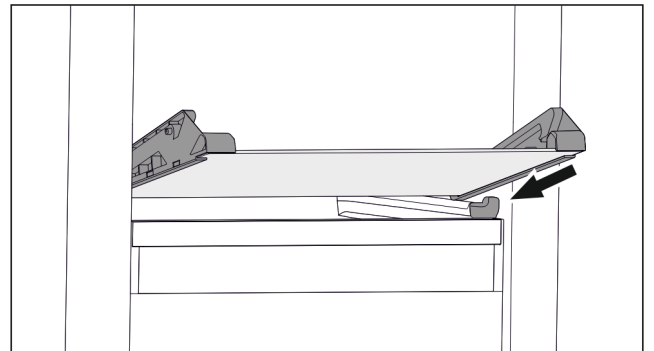

Fig. 108 Glasplatte des abklippbaren Schubfachs
- ▶ Glasplatte schräg hinter den Stoppere aufsetzen. (siehe Fig. 108)